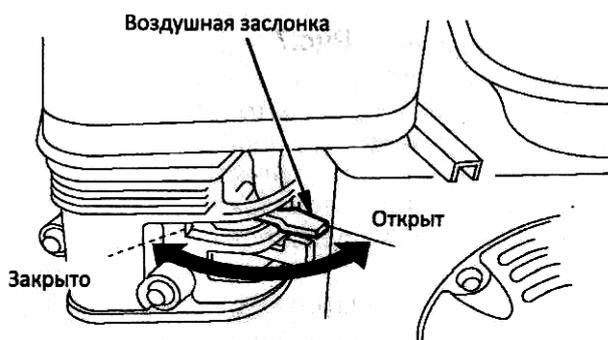

Рисунок 2.6 – Курок газа
4. **Курок газа** контролирует обороты двигателя. Движение курка газа в направлениях, показанных на картинке, ускоряют или замедляют работу двигателя (рис.2.6).